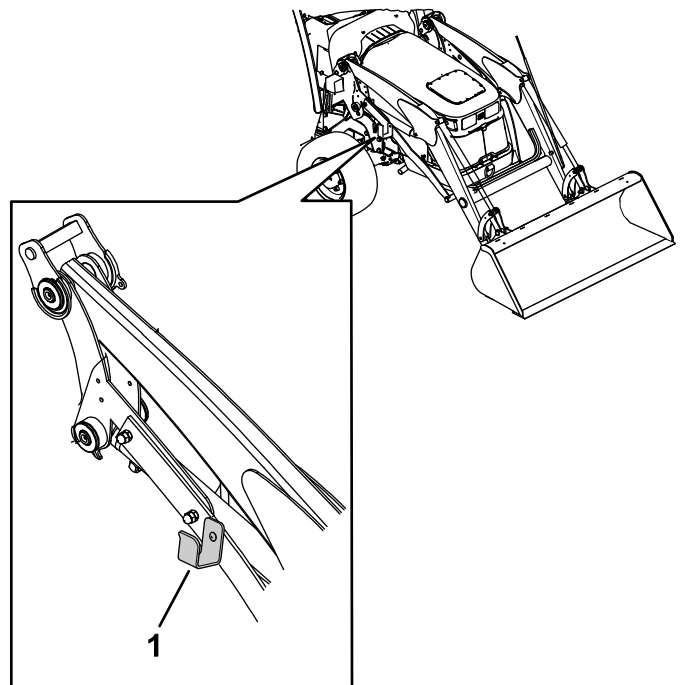

Figura 51
8. Coloque el grupo de mangueras sobre la placa de retención de las mangueras (Figura 51).